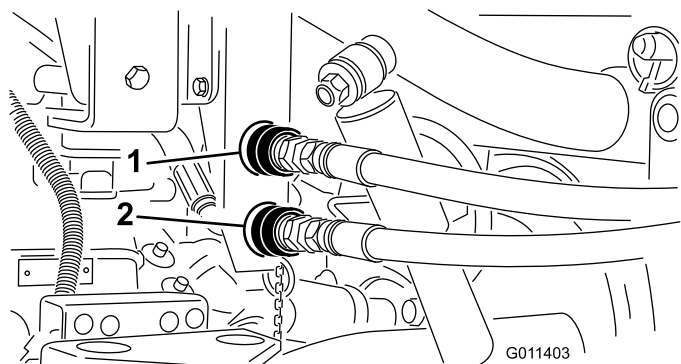

Figura 17
3. Prima del collegamento, rimuovete l'eventuale sporcizia dagli accoppiatori rapidi del TopDresser (Figura 17). Gli accoppiatori sporchi possono contaminare il sistema. Dopo la pulizia, attaccate entrambi gli accoppiatori rapidi al Workman. I
Nota: Gli accoppiatori mostrati in Figura 17 sono estratti da veicoli con numeri di serie precedenti a 239999999.